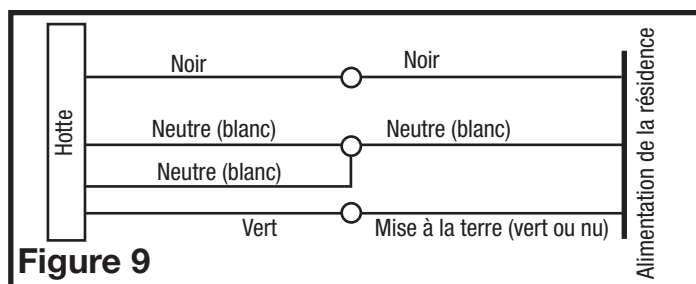

Figure 9
1. Connectez les deux câbles blancs lâches de la hotte au câble blanc de l'alimentation, et le câble noir lâche de la hotte au câble noir de l'alimentation. Branchez le fil de mise à la terre (vert ou dénudé) du bloc d'alimentation à la vis de mise à la terre verte de la hotte. Suivez les méthodes homologuées pour effectuer toutes les connexions (Figure 9).